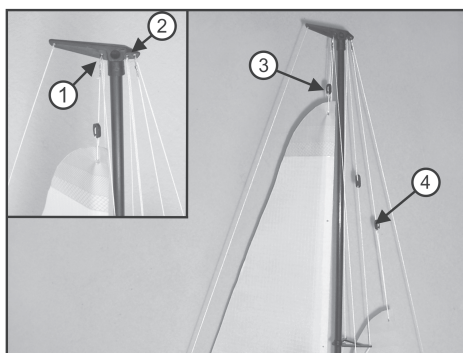

Figure 9
Clipsez la corde de tension de la grand-voile à la « pointe de mât » du mât, comme illustré sur la figure 9, pos. 1.
Clipsez la corde de tension de la voile avant à la « pointe de mât » du mât, comme illustré sur la figure 9, pos. 2.